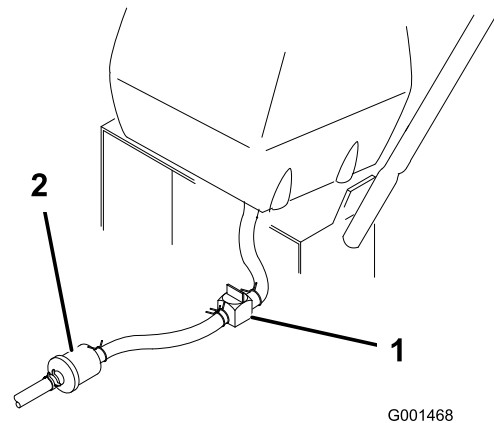

Figura 26
2. Cierre la válvula de cierre de combustible del depósito de combustible (Figura 26).
3. Apriete los extremos de la abrazadera y deslícela por el tubo alejándola del filtro (Figura 26).
4. Retire el tubo de combustible del filtro (Figura 26). Abra la válvula de cierre del combustible y deje que la gasolina se drene en un recipiente.
3. Cierre la válvula de cierre de combustible del depósito de combustible (Figura 26).
7. Abra la válvula de cierre de combustible del depósito de combustible (Figura 26).